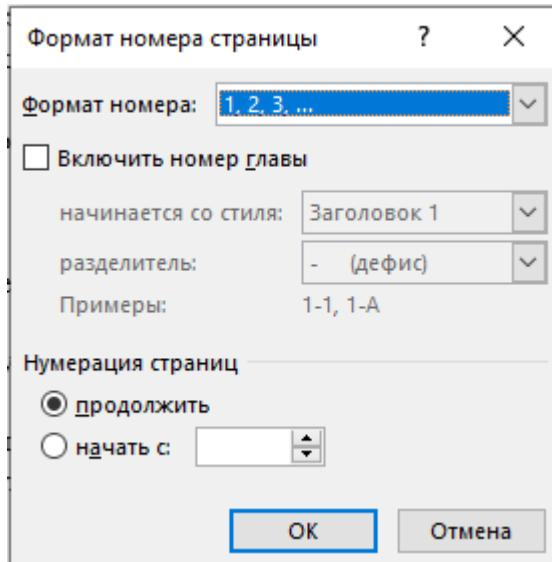

Рис. 2.4. Диалоговое окно "Формат номера страницы"
- «Формат номера» вызывает диалоговое окно (рис. 2.4), позволяющее определить формат номера и начальное значение;